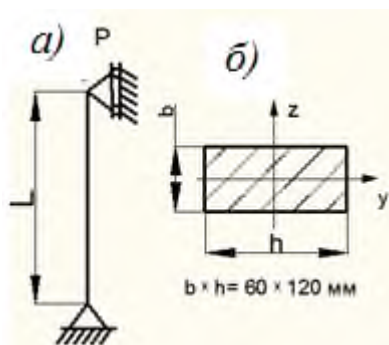

Рисунок 40 – Стойка при продольном изгибе
1. Определить величину допускаемой сжимающей нагрузки для стойки с шарнирным закреплением концов (рис. 40, а) и прямоугольной формой поперечного сечения (рис. 40, б). Материал стойки Ст.3 с допускаемым напряжением на сжатие $[\sigma] = 160 \text{ МПа}$ и запасом устойчивости $k = 2$.